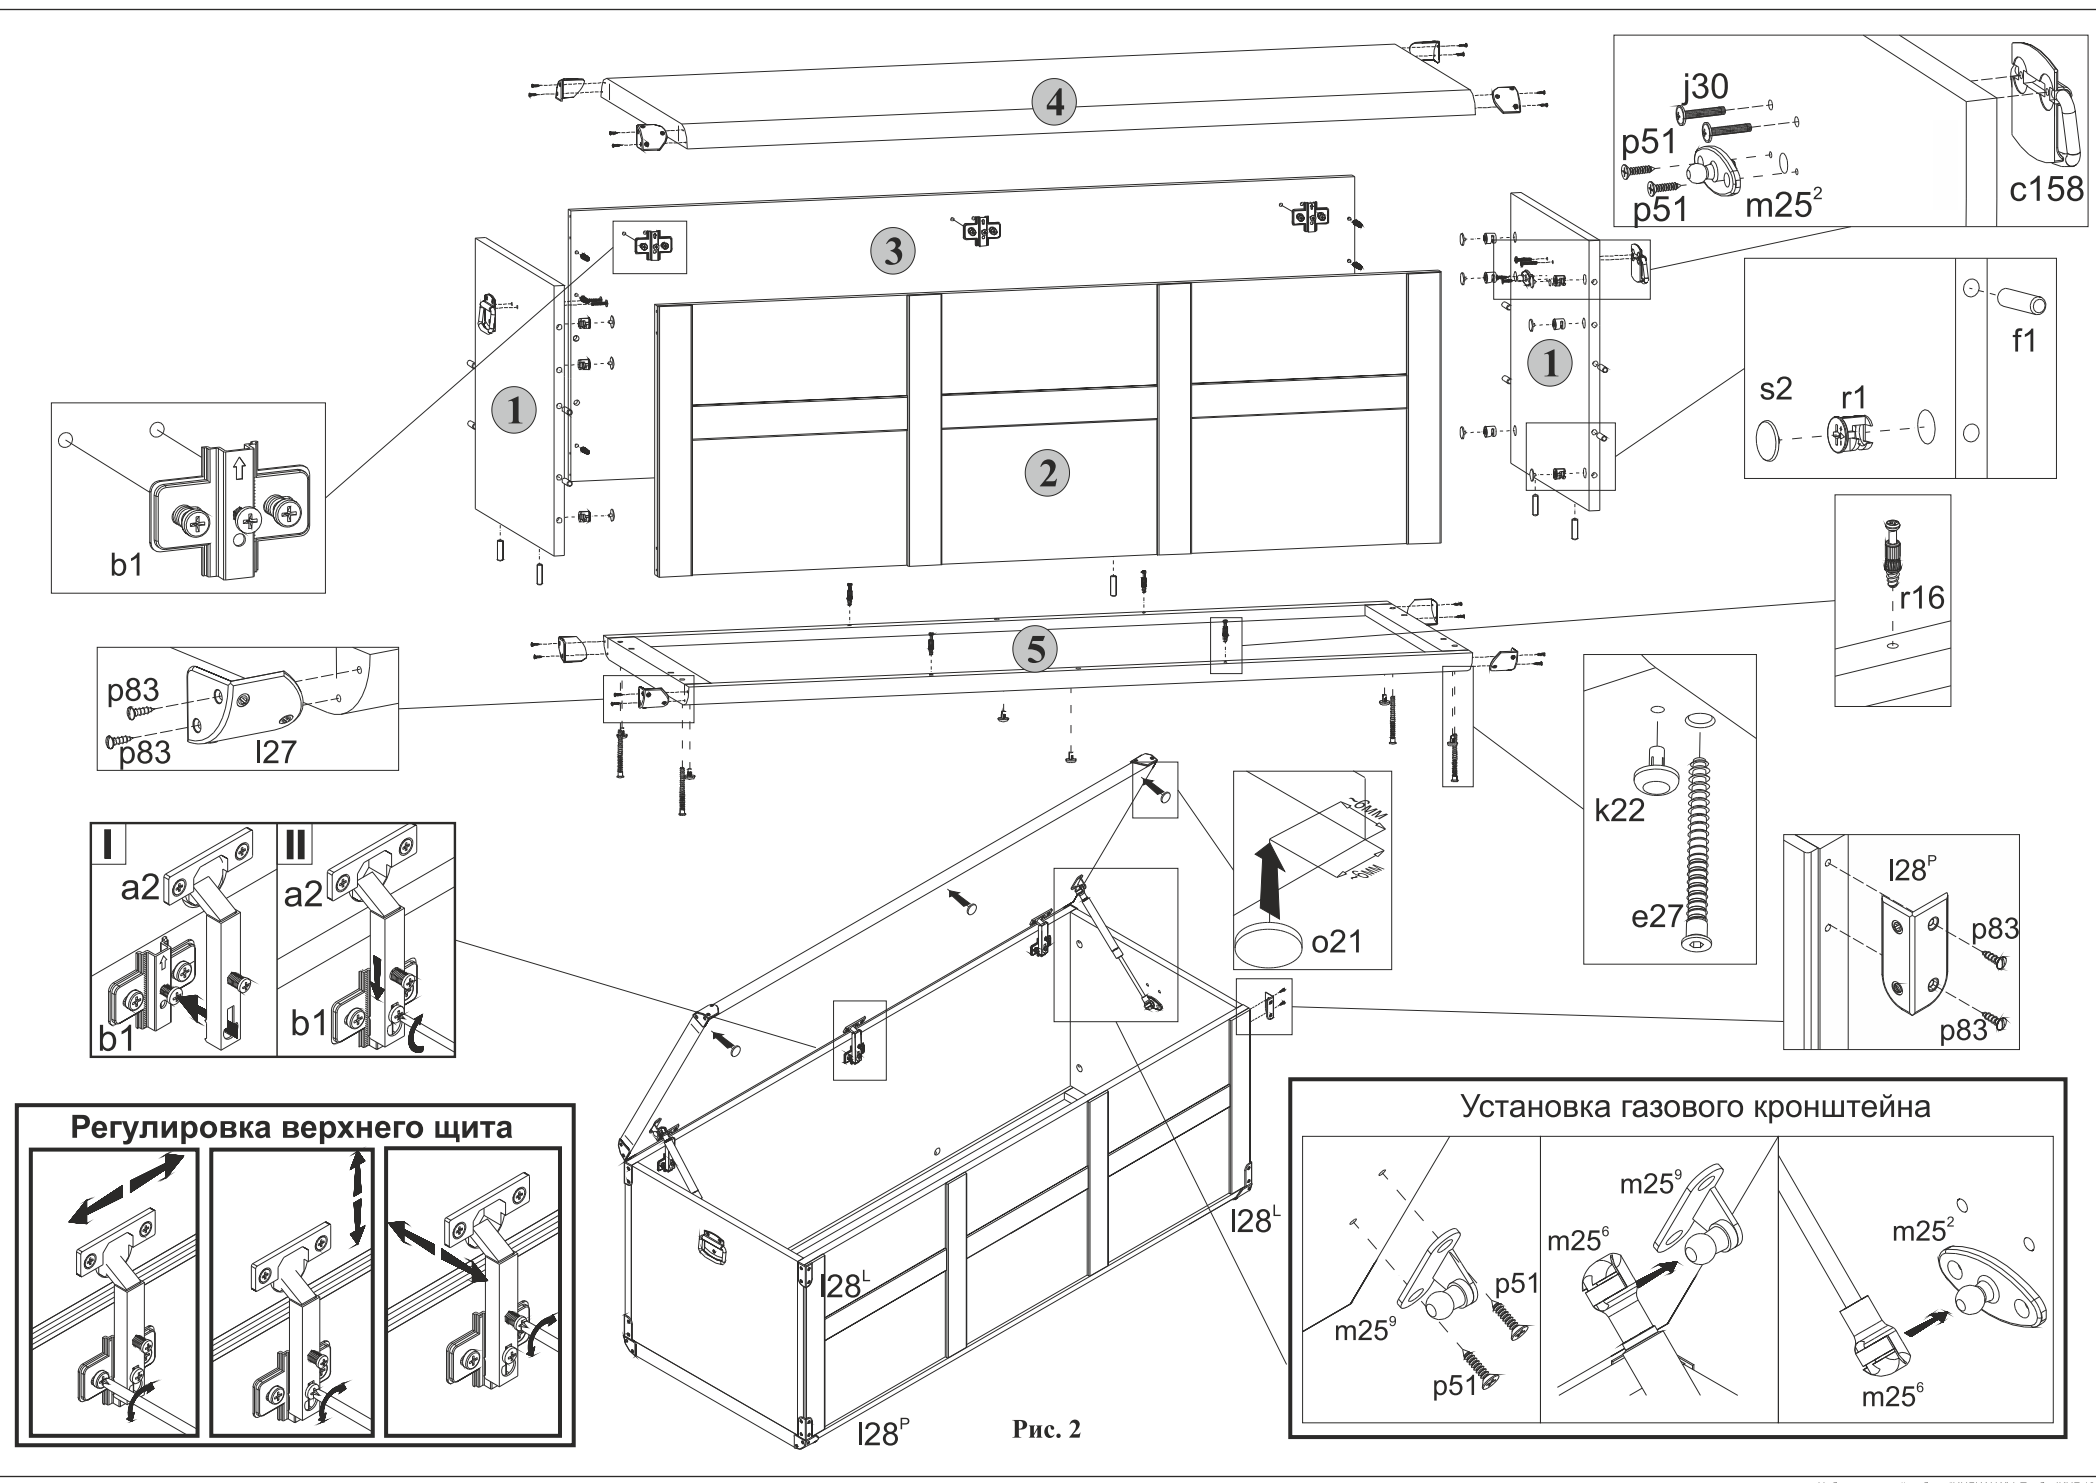

Рис. 2
5.16 Навесить щит верхний **4** на корпус тумбы, совместив петли шарнирные **a2** с направляющими петель **b1** (**см.рис.2**). При необходимости отрегулировать положение щита верхнего вращая регулировочные винты, как показано на **рисунке 2**.
5.2 В отверстия диаметром **8 мм** на передних, задних и нижних кромках стенок боковых **1**, на нижней кромке стенки передней **2**, на нижней кромке плиты задней **3** вбить деревянные шканты **f1** (**см.рис. 2**).
5.3 На внутренних поверхностях стенок боковых **1** в отверстия диаметром **3 мм** (кернения) шурупами **p51** закрепить шарнирные элементы **m25²** газовых кронштейнов **m25⁶**, пользуясь крестообразной отверткой (**см.рис.2**).
5.4 На внутренних поверхностях стенок боковых **1** в отверстия диаметром **15 мм** вставить стяжки эксцентрикивые **r1** (**см.рис. 2**).
5.6 В оставшиеся отверстия диаметром **5 мм** на внутренней поверхности плиты задней **3**, в отверстия диаметром **5 мм** на внутренней поверхности стенки передней **2**, а также в отверстия диаметром **5 мм** на верхней поверхности щита нижнего **5** вкрутить винты стяжки **r16**, пользуясь крестообразной отверткой (**см.рис. 2**).
5.7 В отверстия диаметром **4,5 мм** на нижней поверхности щита нижнего **5** вставить опоры полимерные **k22** (подпятники) (**см.рис. 2**).
5.9 К стенкам боковым **1**, стенке передней **2** и плите задней **3** присоединить щит нижний **5** стянуть еврошурупами **e1**, пользуясь специальным ключом **z1** из комплекта фурнитуры (**см.рис. 2**).
5.12 Положить щит верхний **4** верхней поверхностью вниз на ровную поверхность. Закрепить на щите верхнем **4** петли шарнирные **a2**, пользуясь крестообразной отверткой (**см.рис.2**).
5.14 На внутренней поверхности щита верхнего **4** шурупами **p51** закрепить шарнирные элементы **m25⁹**, газовых кронштейнов **m25⁶**, пользуясь крестообразной отверткой (**см.рис.2**).